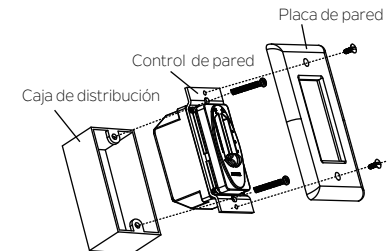

Fig. 23
Paso 2. Utilice los tornillos proporcionados para asegurar el control de pared a la caja de distribución eléctrica. (Fig. 23).